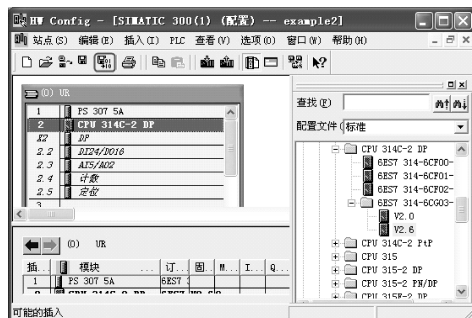

图 3-27 保存和编译组态
8) 保存和编译组态。至此一个简单的项目已经组态完成，只要单击工具栏上的“保存和编译”按钮即可，如图 3-27 所示。